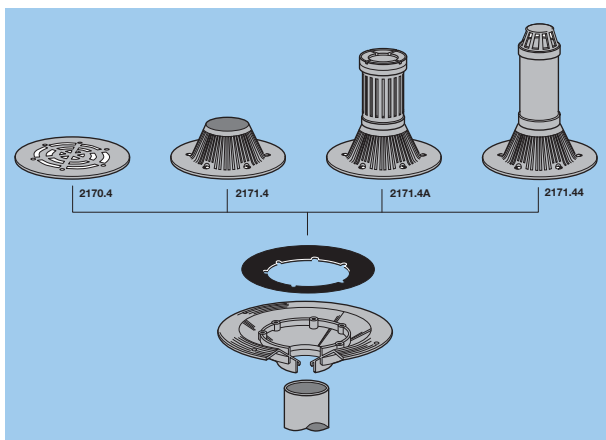

Рис.32
- Приставить выбранную решетку (см. Рис.32 различные виды решеток) и убедиться, что состав был нанесен под правильным углом и винты прилегают
- Зафиксировать решетку и шайбу с помощью предоставляемых винтов (см. Рис.32 для других видов)